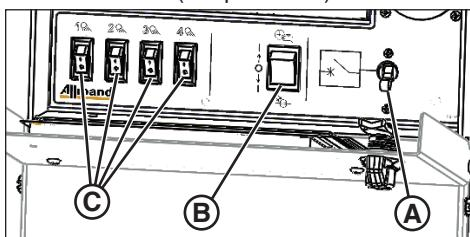

Figura 13
- Encienda el disyuntor principal (**A**, figura 13).
- Encienda el interruptor de la torre/luz (**B**, figura 13).
- Encienda los interruptores individuales de las luces (**C**, figura 13) (1 - 4) si están apagados.
- Coloque el interruptor de la célula fotoeléctrica/temporizador (**B**, figura 13) en la posición del TEMPORIZADOR.
Coloque el interruptor de la célula fotoeléctrica/temporizador (**B**, figura 13) en la posición de la CÉLULA FOTOELÉCTRICA. Las luces se encenderán automáticamente cuando desaparezca la luz ambiental.
Coloque el interruptor de la célula fotoeléctrica/temporizador (**B**, figura 13) en la posición del TEMPORIZADOR.